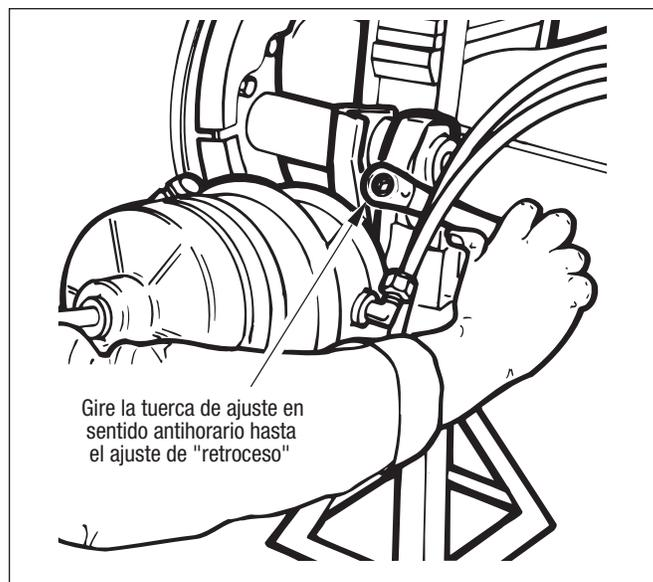

Figura 11 – Ajustador de holgura
2. Aparte el ajustador de holgura siguiendo las recomendaciones del fabricante. *Consulte la figura 11.* Continúe girando hasta que las zapatas vuelvan por completo a la posición de liberación y salgan del tambor.